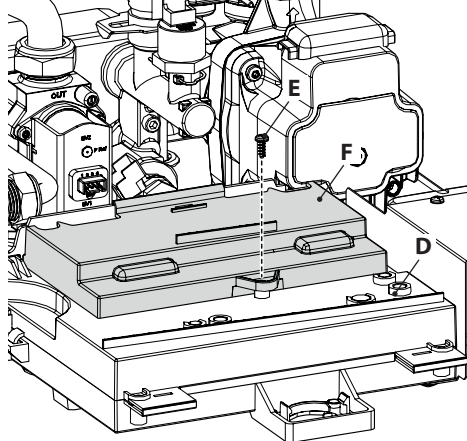

Figura 5.22
in Figura 5.22.
- Svitare la vite **E** e sollevare il coperchio **F** per accedere alle morsettiere alimentazione elettrica, remoto e sonda esterna (Figura 5.22).